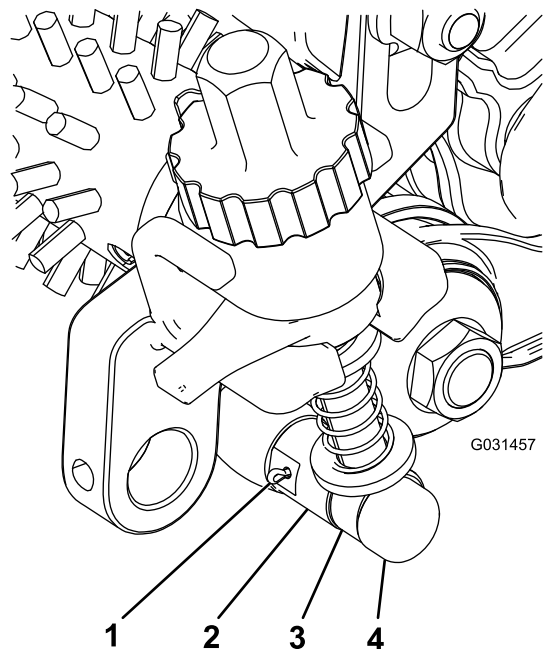

図 20
4. アイドラアセンブリ近くのアジャスタアームアセンブリのロッドをイドラアセンブリのアジャスタカラーに整列させ、アジャスタピンとコッターピンで固定する 図 20。